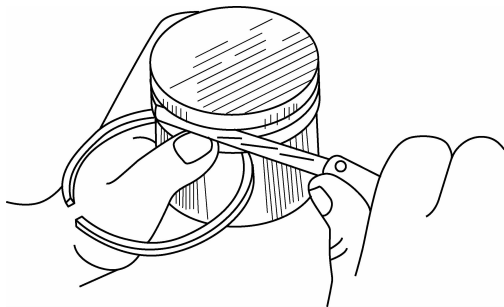

图 2-13 检查活塞环侧隙
(1) 检查活塞环侧隙。活塞环侧隙是指活塞环与环槽的间隙,用塞尺检查活塞环侧隙,如图 2-13 所示。新活塞环侧隙应为 $0.02 \sim 0.05 \text{ mm}$,磨损极限值为 0.15 mm 。
(2) 检查活塞环开口间隙。活塞环开口间隙是指将活塞压入气缸后活塞环开口的间隙,测